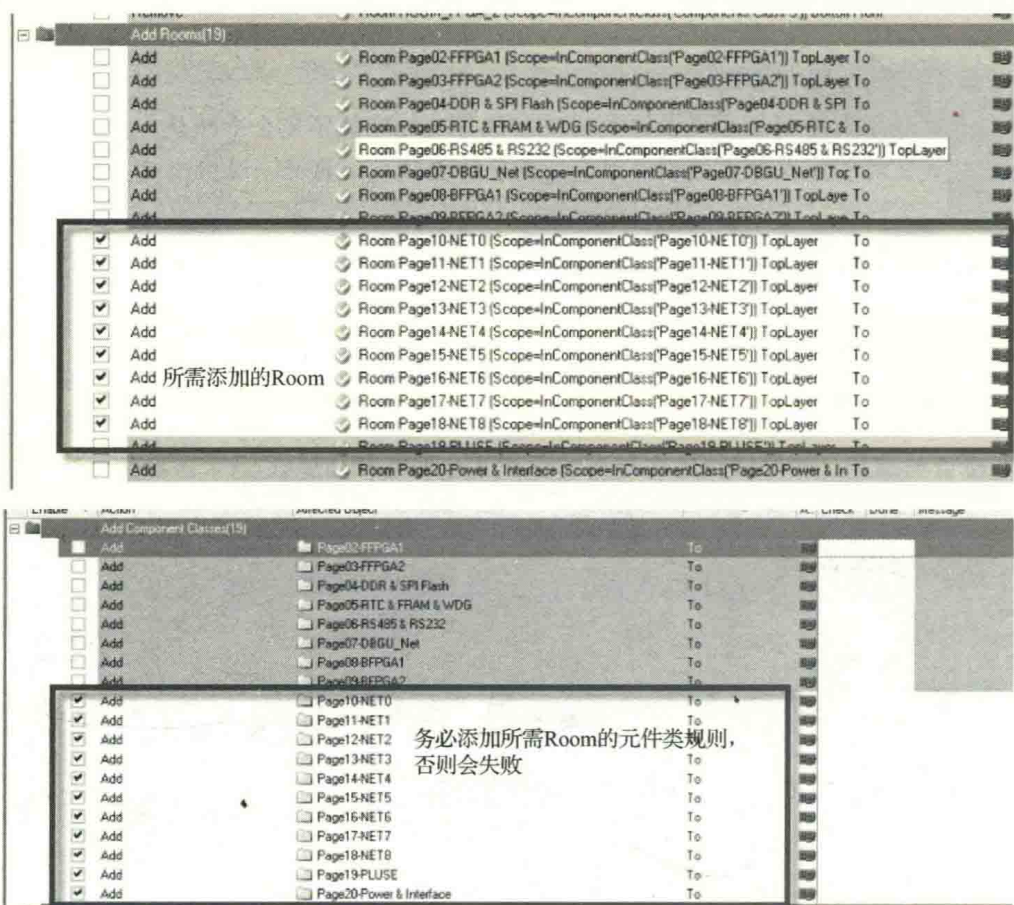

图 11-12 Room（区域）和类的添加
② 元件不能锁住，否则无法进行。
(2) 在原理图中直接执行更新命令至 PCB，如图 11-12 所示，在导入的界面中有 9 张原理图（相同模块数分割的原理图张数）。原理图生成 RoomPage10-NET0 至 RoomPage18-NET8，这正是我们所需要的。值得注意的是，元件类规则必须同时导入，否则不成功。
(3) 和 FPGA 管脚调整一样，在执行更新操作之后须对元件进行匹配关联。在 PCB 设计交互界面中，执行菜单命令“Project-Component Links...”，进行元件匹配，将左边元件全部匹配到右边窗口，单击“Perform Update”按钮，执行更新。